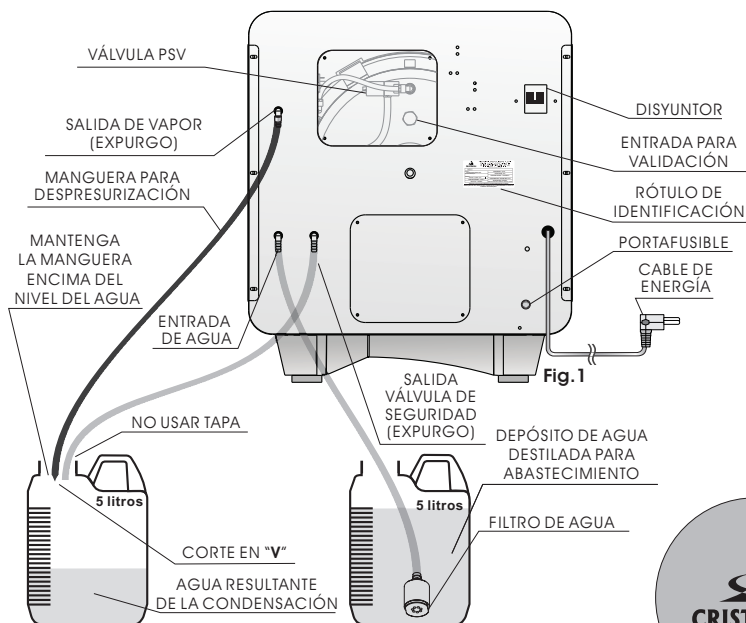

Fig. 1
- 11► **VALVULA PSV (PRESSURE SAFETY VALVE)** - Dispositivo responsable por moderar la presión de la cámara (recipiente de presión) si hubiese fallas de los dispositivos electrónicos, válvula de seguridad y si la presión alcanza 2,8kgf/cm² (fig. 1, pág. 6).
- 1► El autoclave Vitale 54L funciona a 220 V, como es indicado en el rótulo de identificación que se encuentra en la parte posterior del equipo. Consulte "*Cómo Identificar su Autoclave*" (fig. 1, pág. 6).
Para el abastecimiento, conecte la manguera transparente suministrada con el producto a la entrada de agua e inserte el otro extremo, con el filtro de agua (fig.1, página 6) en el galón utilizado como depósito para **agua destilada** que debe estar situado próximo al autoclave y en un lugar accesible para ser reabastecido manualmente por el usuario siempre que el agua alcance el nivel mínimo de 1.000 ml (fig. 1, pág. 6). No aproxime la manguera de abastecimiento al fondo del depósito para que el proceso no sea perjudicado. Mangueras extras pueden ser adquiridas en "Cómo Proceder en Caso de Constatar Defectos" (pág. 16).
Conecte la manguera de despresurización (negra) suministrada con el producto en la salida externa de vapor del autoclave (fig. 1 pág. 6), coloque la abrazadera y ajuste con un destornillador. El otro extremo debe ser conectado a una tubería que soporte la temperatura de despresurización del equipo, o dentro de un recipiente plástico (galón) vacío, sin tapa, con un corte en "V" en su extremidad y situado a 40 cm abajo del nivel del autoclave (fig. 1, pág. 6). Mantenga la manguera ligeramente estirada evitando que se doble. Vacíe el depósito cuando la condensación del agua alcance la manguera y lávela con agua y detergente neutro biodegradable. Conecte la manguera de la salida de la válvula de seguridad en el lugar indicado (fig.1, pág. 6) y posicione el otro extremo en el galón de agua en el que también se introdució la manguera de salida de vapor.